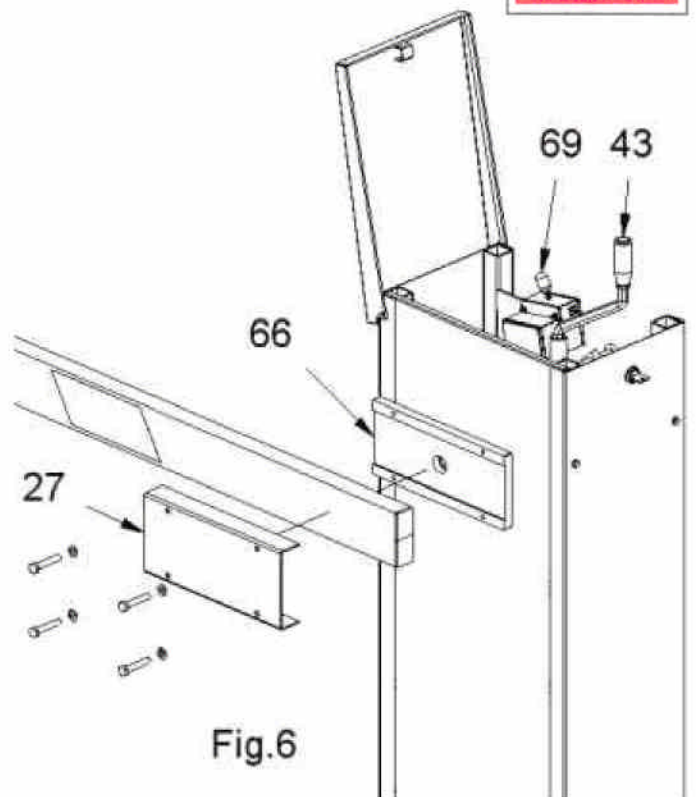
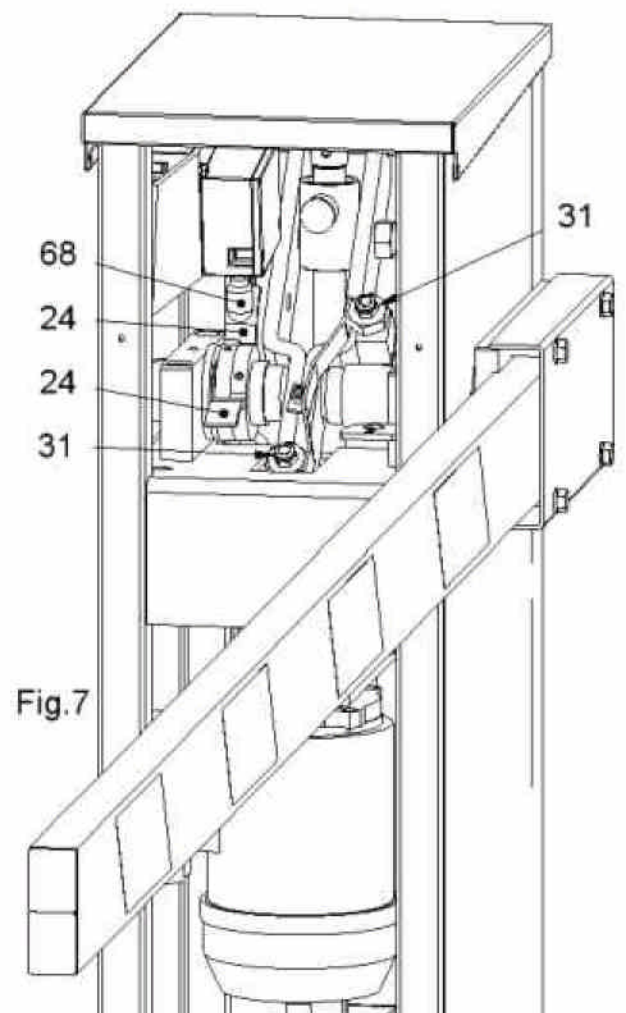

Fig.6
Fig.7
- 3) **I** Azionare manualmente la vite (pos.60 vedi cap.10 esplosione componenti) con la maniglia (pos.43), finché la ganascia porta asta (pos.66) è orizzontale. Bloccare l'asta sulla ganascia (pos.66) con il copri ganascia (pos.27) e le 4 viti M8 (fig.6).
Manovrare manualmente con la maniglia (pos.43) la salita e la discesa dell'asta e verificare l'esatto intervento sia del finecorsa elettrico di salita/discesa (pos.68 vedi fig.7) sia degli arresti meccanici (pos.31 vedi fig.7) già preregistrati.
**(GB)** Manually operate the screw (pos.60 see chap.10 exploded component) with the handle (pos.43), until the jaw (pos.66) is horizontal. Stop the arm on the jaw (pos.66) with the jam (pos.27) and the 4 screws M8 (fig.6).
Manually operate with the handle (pos.43) the slope and the descent of the arm and verify the exact intervention both of the electric limitswitch of opening/descent (pos.68 see fig.7) both of the mechanical arrests (pos.31 see fig.7) already registered.
**(F)** Actionner manuellement les vies (pos.60 voir chap.10 explosé composantes) avec la poignée (pos.43), tant que l'etau porte-lisse (pos.66) est horizontal. Bloquer la lisse sur l'etau (pos.66) avec l'etau (pos.27) et les 4 vis M8 (fig.6). Manoeuvrer manuellement avec la poignée (pos.43) la montée et la descente de la lisse et vérifier l'exacte intervention soit du fin de course électrique du montée/descente (pos.68 voir fig.7) soit des arrêts mécaniques (pos.31 voir fig.7) déjà preenregistrés.
4) **(I)** L'eventuale regolazione del finecorsa elettrico (pos.68) di salita/descesa si effettua agendo sulle 2 camme (pos.24) poste sull'albero di manovra che vanno ad intercettare il finecorsa nei 2 sensi di marcia. Il finecorsa elettrico di salita /descesa deve attivarsi un attimo prima che l'arresto meccanico (pos.31) intervenga (fig. 7).
**(GB)** The possible regulation of the electric limitswitch (pos.68) of opening/descent on effects acting around 2 cams (pos.24) setted on the tree of manoeuvre that they go to intercept the limitswitches in the 2 senses of march. The electric limitswitch of opening / descent has to activate itself just an instant before the mechanical arrest (pos.31) intervenes (fig. 7).
**(F)** L'eventuelle régulation du fin de course électrique (pos.68) de montée/descente s'effectue en agissant sur les 2 cames (pos.24) positionnées sur l'arbre de manoeuvre qui vont intercepter le fin de course dans les 2 sens de marche. Le fin de course électrique de montée/descente doit s'activer un instant d'abord que l'arrête mécanique (pos.31) intervienne (fig. 7).